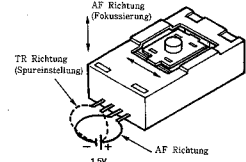

Abb. 14
**6. Kontrolle der Ablenkeinheit (Abb. 14)**